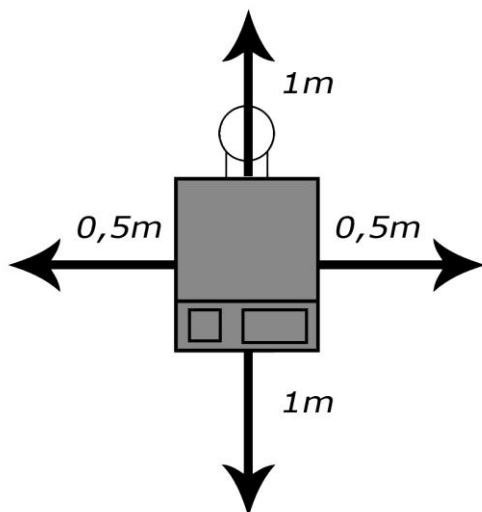

Рис. 2. Минимальное пространство безопасности вокруг устройства.
- Установить печь на плоском бетонном основании, в месте, обеспечивающем свободное пространство вокруг устройства, согласно рис. 2.